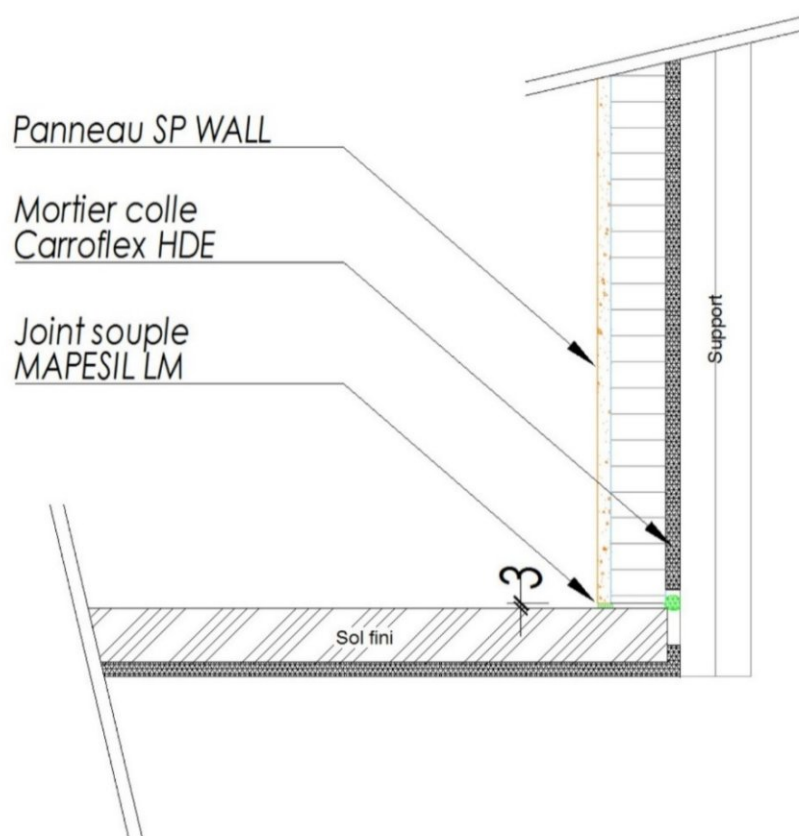

Figure 6 – Traitement du raccord entre SP WALL et sol en local E1
2.4.4.7. Raccordement au receveur ou sol fini (figures 6,7 et 8)